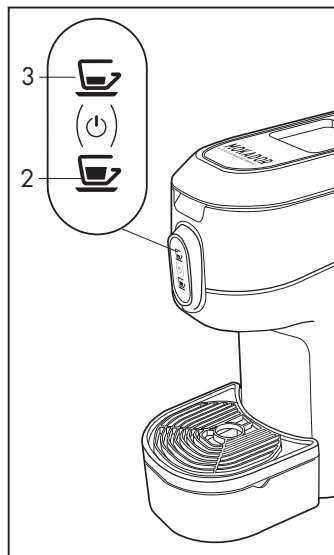

Fig. 4
- Schalten Sie das Gerät ein, indem Sie eines der Symbole (2) oder (3) oder gleichzeitig die beiden Symbole (2) und (3) (**Abb.4**). Die Symbole (2-3) blinken abwechselnd, bis die Temperatur erreicht ist; wenn die Symbole (2-3) fest leuchten, ist das Gerät betriebsbereit.
Wenn das Gerät eingeschaltet ist und nicht gebraucht wird, schaltet es nach fünfzehn Minuten automatisch aus. Um das Gerät wieder zu benutzen, drücken Sie ein Abgabesymbol (2-3) und warten Sie auf das Erwärmen: Die Abgabesymbole (2-3) blinken abwechselnd, bis die Temperatur erreicht ist; wenn die Symbole (2-3) fest leuchten, ist das Gerät betriebsbereit. (**Abb. 4**)
Die Maschine kann ausgeschaltet werden, indem Sie die Symbole (2-3) gleichzeitig 3 Sekunden lang gedrückt halten (**Abb.4**)
- Kontrollieren Sie, dass keine Kapseln im Gerät enthalten sind und dass der Behälter (8) mit Wasser gefüllt ist. Schalten Sie das Gerät ein, indem Sie eines der Symbole (2-3) oder gleichzeitig die beiden Symbole (2-3) (**Abb.4**)